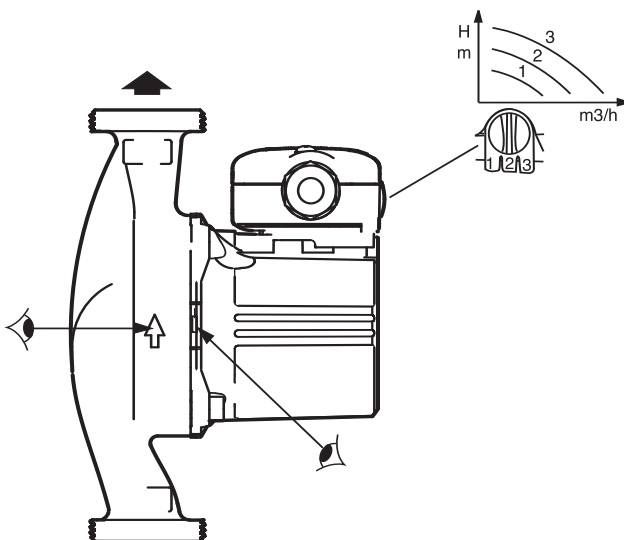

Рис. 3
5.2 Положение клеммной коробки (См. рис. 3).